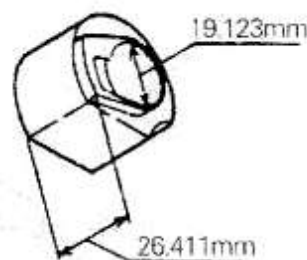

Рис. 7-14
(2) Проверка подшипника (Рис 7-13 и Рис. 7-14)
Внутренний диаметр — 19,123 мм (Рис. 7-14)